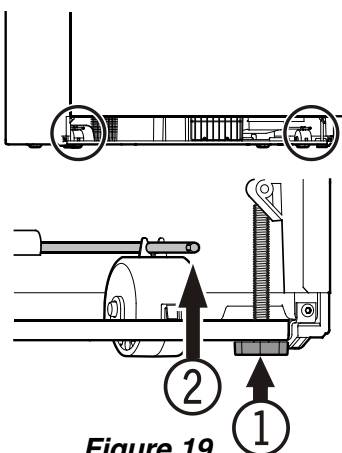

Figure 19
Mise à niveau de l'appareil - Figure 19
Afin d'éviter que l'appareil ne bascule vers l'avant, les pieds réglables ① (Figure 19) doivent être en contact avec le sol.